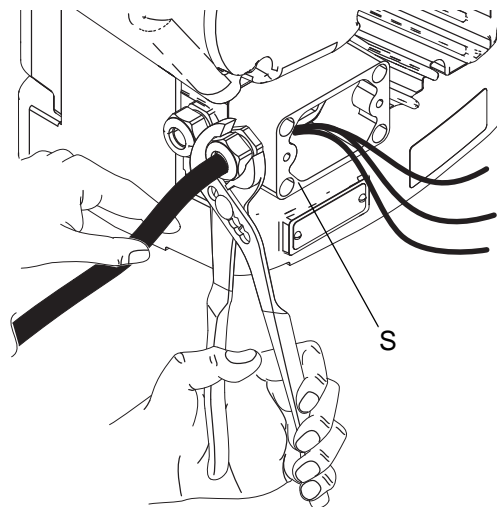

FIG. 6 : Les vis du boîtier de raccordement et le passe-câble
- Remettre les vis et rondelles du boîtier de raccordement qui ont été déposées dans l'étape 2 et serrer le presse-étoupe pour qu'il maintienne solidement le cordon d'alimentation dans le boîtier de raccordement (S). Voir FIG. 6.